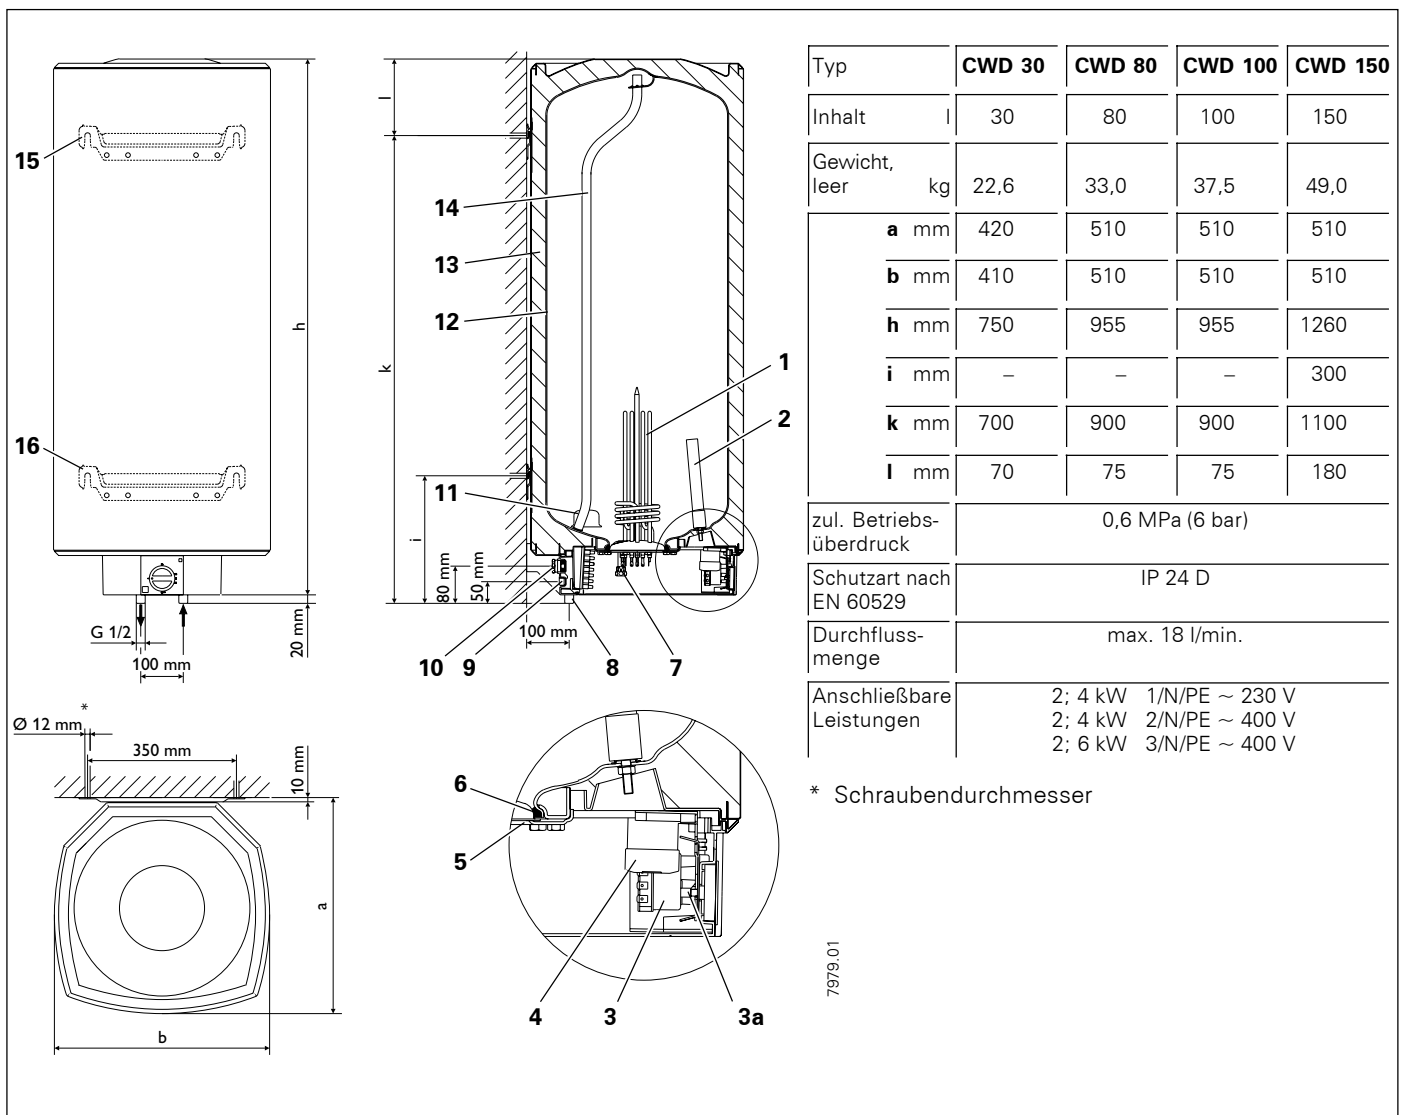

Abb. 4
Technische Daten (siehe Abb. 4)
- Senkrecht wie Abb. 4 montieren.
- 4 Fernbedienung der Schnellheizung (Kabel mit Kunststoff-Kabeldurchführung PG 11 bauseits montieren, Position siehe Abb. 4, Pos. 9).
- Bei Temperaturen unter -15 °C (z. B. Transport/Lager) kann der Sicherheitstempertur-Begrenzer auslösen. Rückstelltaste (Abb. 4, Pos. **3a**) eindrücken.
- Kappe vom Entleerungs-Stutzen (Abb. 4, Pos. **7**) abdrehen.